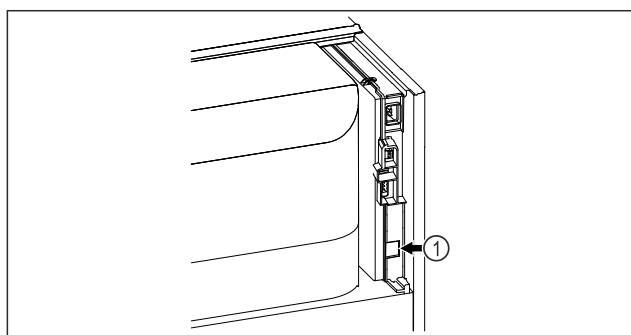

Fig. 139
- SmartModule Fig. 139 (1) naudojamas.